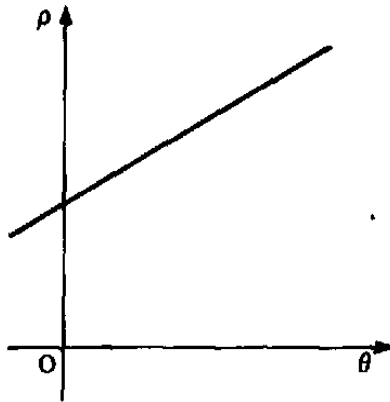

Fig. 10.1
10.1. Verificou-se experimentalmente que a resistividade de um material,  $\rho$ , varia com a temperatura,  $\theta$ , de acordo com o gráfico da Fig. 10.1, desde que a variação de temperatura seja pequena.
Com estas informações observe o gráfico da Fig. 10.1. A ordenada do ponto em que a reta corta o eixo vertical e o coeficiente angular da reta representam, respectivamente: